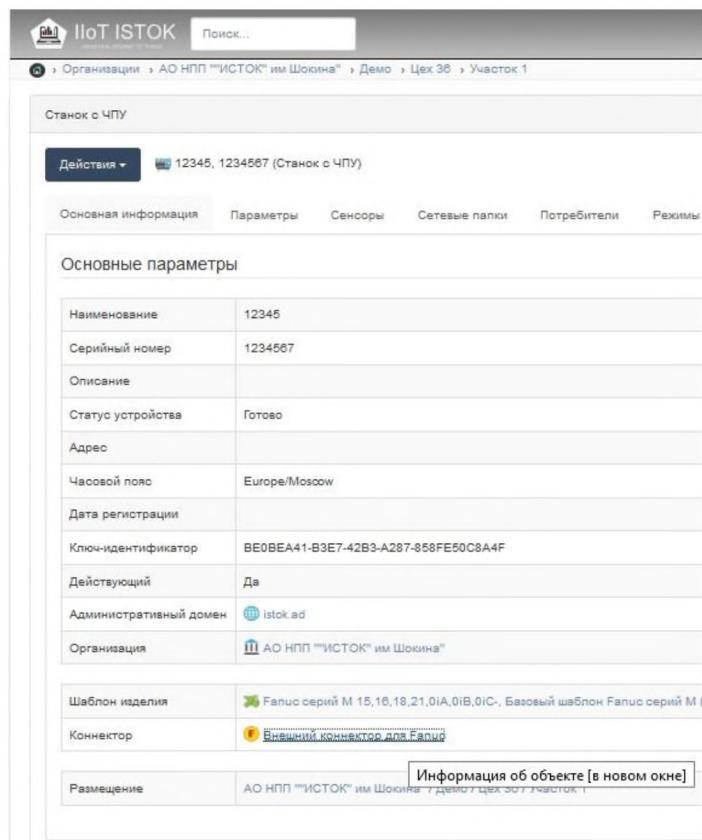

Рисунок 73 – Переход в окно информации о коннекторе
3) На странице изделия нажмите на ссылку с названием коннектора (рис. 73).